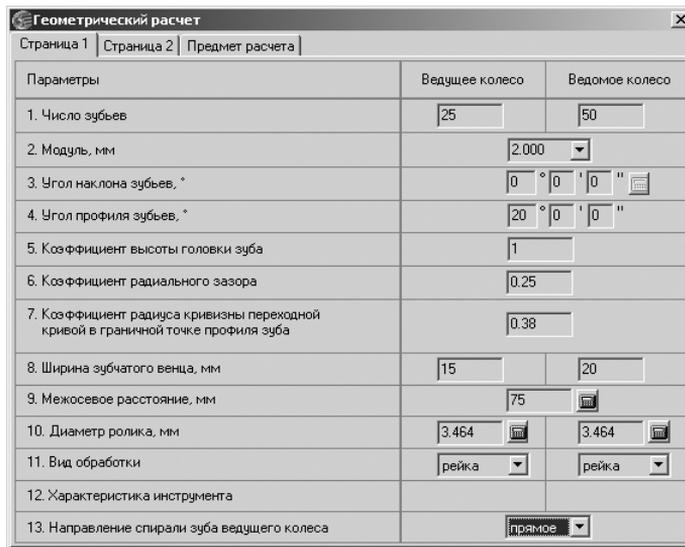

Рис. 3.88. Диалоговое окно **Геометрический расчет** с раскрытой вкладкой **Страница 1**
- щелкните по варианту **По межосевому расстоянию**. Появится диалоговое окно **Геометрический расчет** с раскрытой вкладкой **Страница 1**, см. рис. 3.88;
- введите на вкладке **Страница 1**, например, те параметры, которые приведены на рис. 3.88. Появится вкладка **Страница 2**;